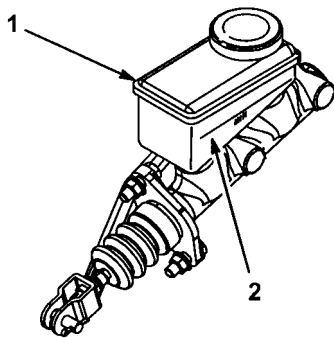

図 32
2. タンク脇についている最低レベルライン（図 32）より上にあれば適正である。量が不足している場合は、タンクのふたを取り、最低レベルラインのやや上まで補給する。入れすぎないこと。